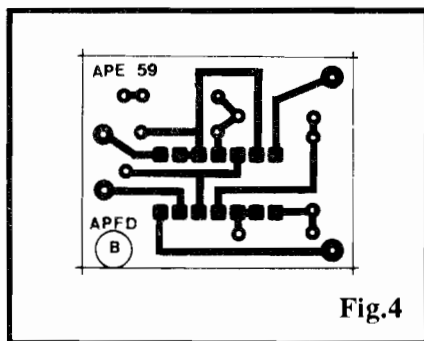

Fig.4
- FIG. 4 - LAY OUT DO CIRCUITO IMPRESSO - MÓDULO "B" - Também simples e pequeno, o Impresso específico para o módulo B tem seu padrão de ilhas e pistas cobreadas visto em escala 1:1 na figura (pode ser copiado diretamente, portanto...). Convém elaborar a traçagem com decalques apro-